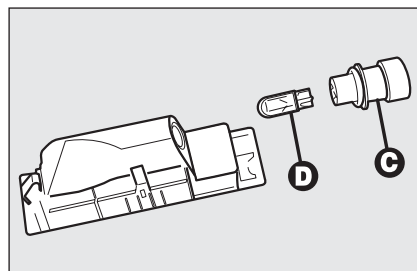

fig. 37
- ☐ estrarre il portalamпада **C-fig. 37** facendolo ruotare leggermente e sostituire la lampada **D** inserita a pressione.